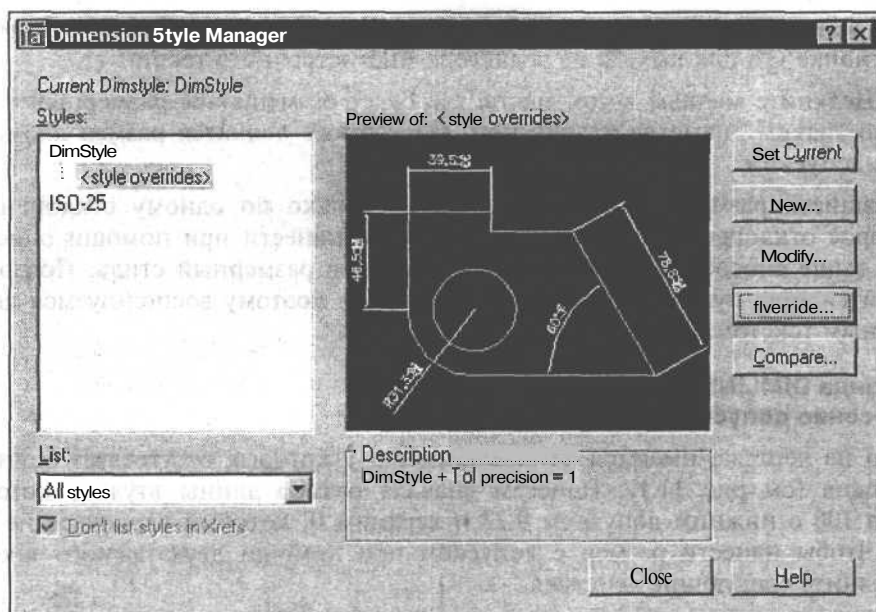

Рис. 11.7. Диалоговое окно диспетчера размерных стилей с переопределением текущего стиля
5. Щелкните мышью на кнопке **OK** для выхода из диалогового окна **Override Current Style** (Переопределение текущего стиля). Появится диалоговое окно **Dimension Style Manager** (Диспетчер размерных стилей), но теперь в поле **Styles** (Стили) со списком стилей чертежа появится переопределенная ветвь текущего стиля (рис. 11.7).